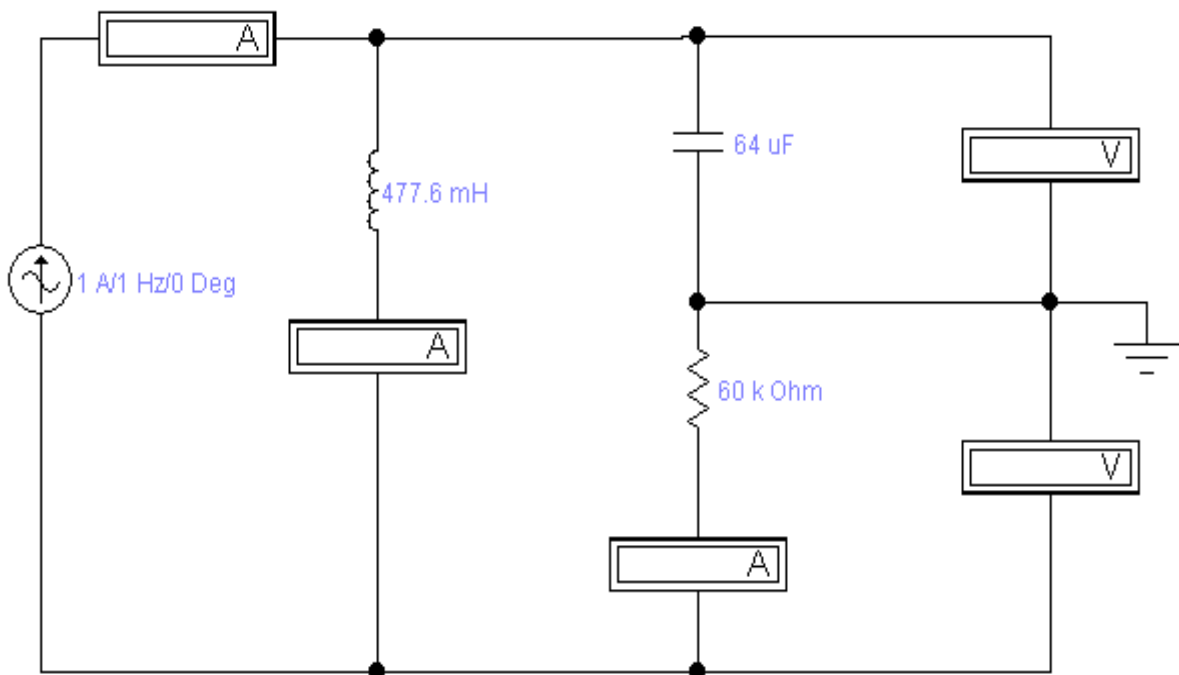

Рисунок 4.2 – Схема 2 електрична принципова
5. Зібрати та проаналізувати схему електричну принципову (рис. 4.2) [5].